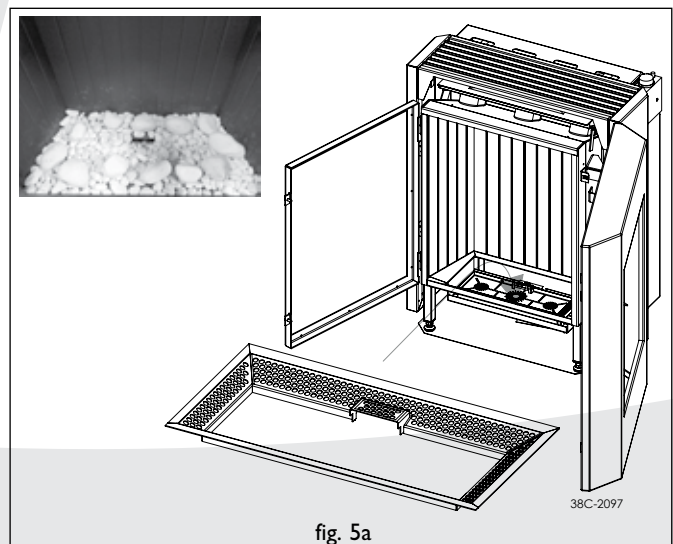

fig. 5a
- Plaats het rek; zie Foto (fig. 5a);